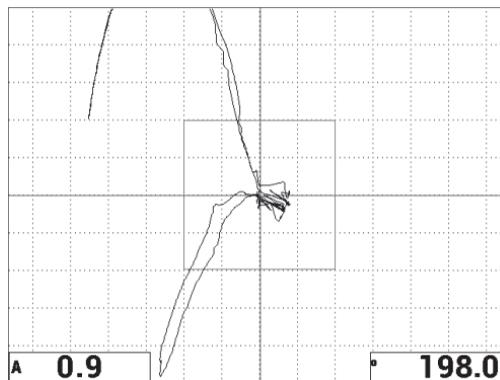

Abbildung 6-10 Amplitude (A) und Phase ($^{\circ}$) des Arbeitspunkts XY
Die Messwerte zeigen in Echtzeit die Amplitude (A) und Phase ($^{\circ}$) des Arbeitspunkts XY an (siehe Abbildung 6-10 auf Seite 141). Für Informationen zum Ändern der Messwerte in Echtzeit siehe „Anzeige von Messwerten in Echtzeit“ auf Seite 68.